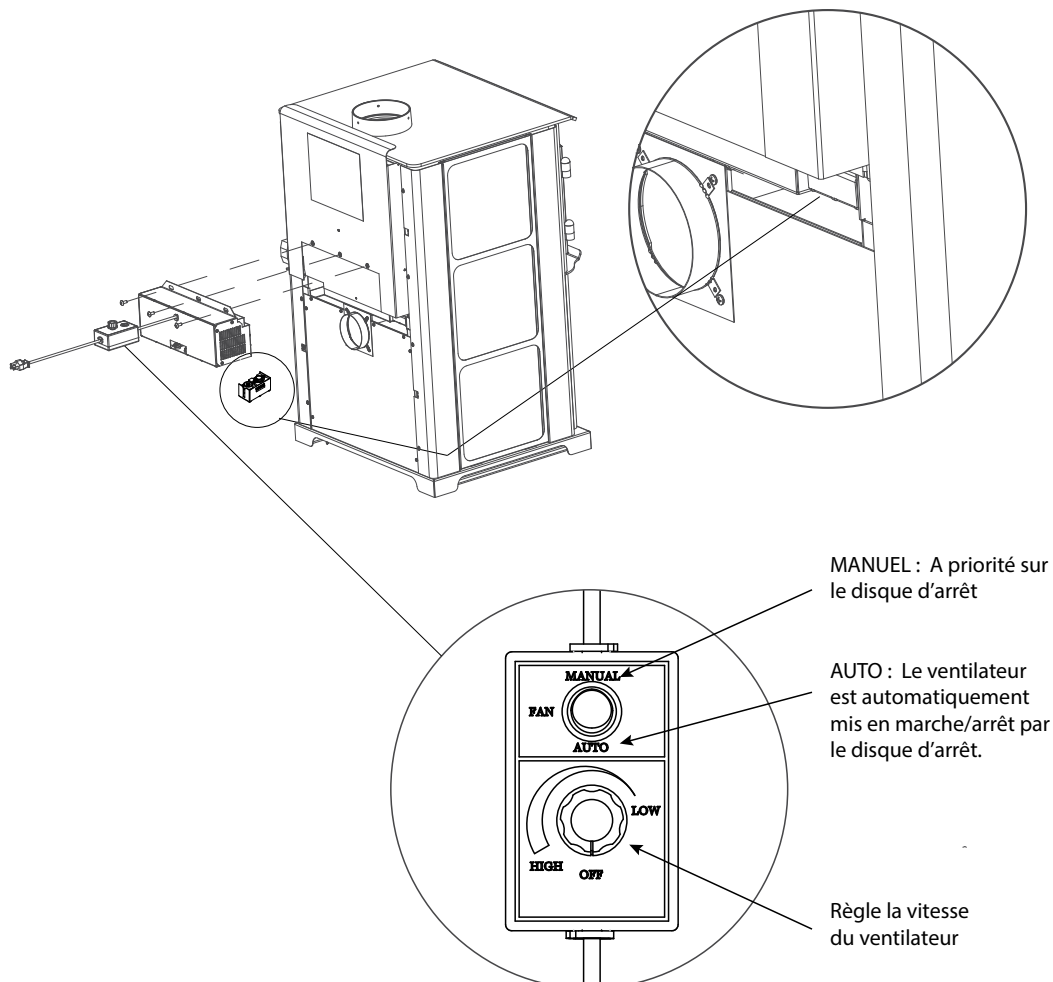

Figure 18.2
2. Alignez les trous de la bride de montage du ventilateur avec les trous sur l'appareil. Le ventilateur doit être placé sur le côté inférieur arrière du revêtement extérieur, comme illustré à la **Figure 18.2**.